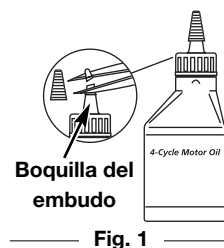

Fig. 1
1. Ubique la tuerca de mariposa en el mango en forma de D. Aflojela suficientemente para soltar el mango en forma de D (Fig. 1).
2. Gire el mango en forma de D hacia la posición vertical al frente de la cubierta del eje (Fig. 1).